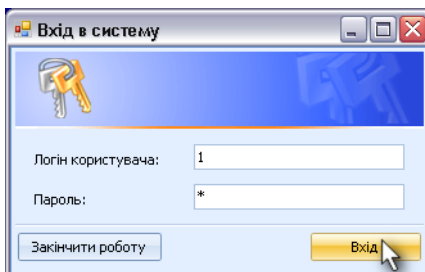

Рисунок 2: Ввод логина и пароля при входе в систему
6.2.2. При заводской поставке в системе заведен Администратор с логином «1» и паролем «1». Эти данные нужно ввести при первом входе в систему (рис. 2) и изменить для предотвращения несанкционированного доступа к системе.